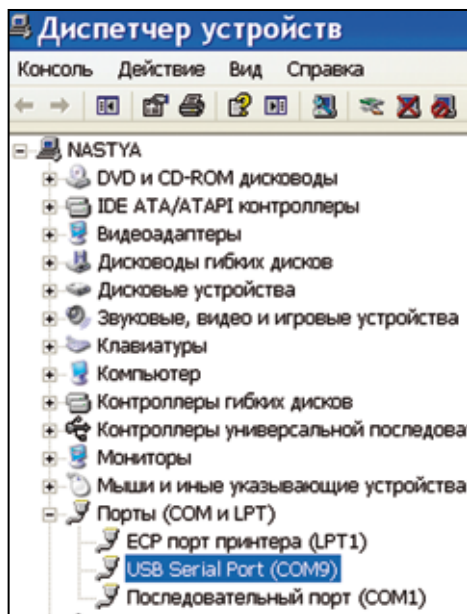

Рисунок 3. Диспетчер устройств
7.2.2 Чтобы проверить номер виртуального COM порта, надо запустить Диспетчер устройств рисунок 3: